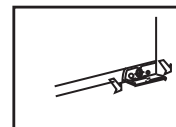

图1
- 1) 将洗衣机程序处于停止位置，将洗衣机内残水排出。用手打开过滤器门（如图1）；（注意：如果洗衣机内有热水请等热水冷却后进行）